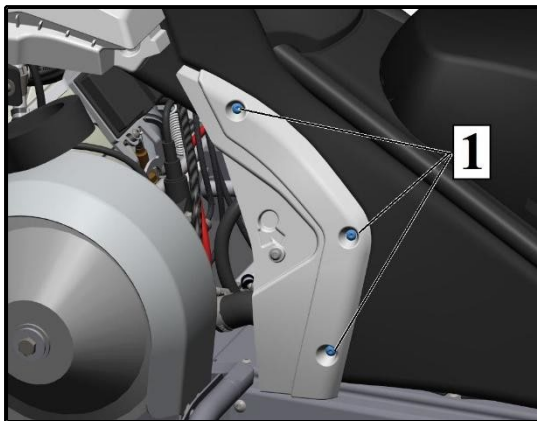

Fig.11
3. Svitare le 3 viti (pos. 1, Fig. 11) del rivestimento in plastica sinistro del serbatoio del carburante. Coppia di serraggio - 3,5 N * m